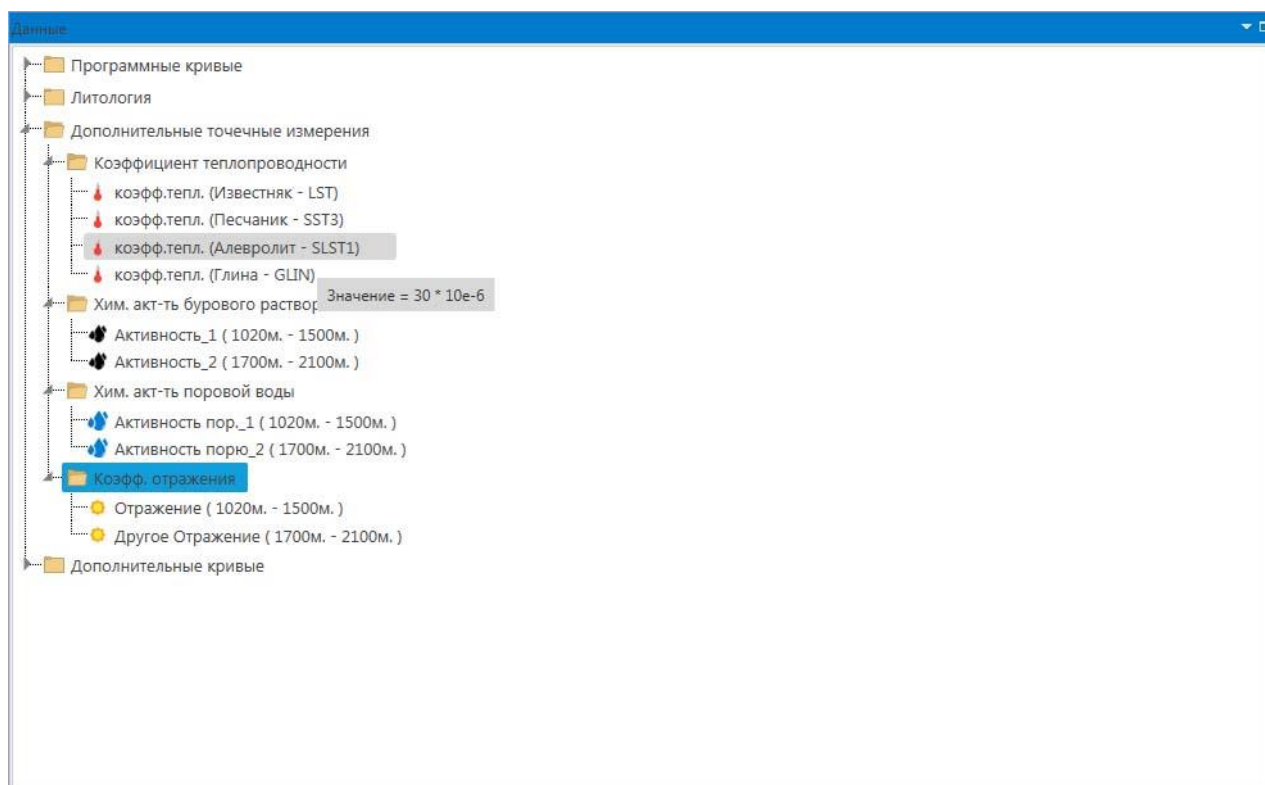

Рисунок 16 Настройка дополнительных точечных измерений
3. Дополните точечные измерения (**Рисунок 16**). Сюда помещаются все точечные измерения, которые пользователь вводит в модулях (например, химическое напряжение MLStress – см. пункт MLStress).